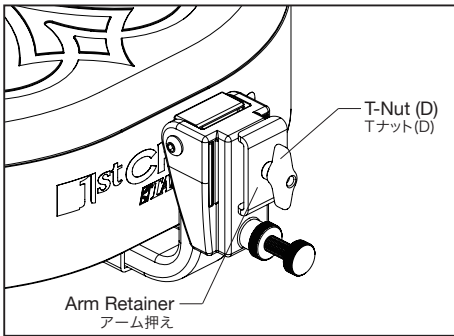
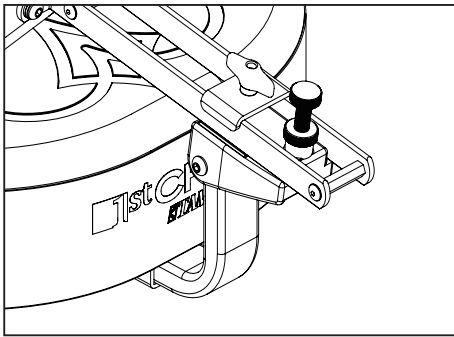

Fig.10 (図10)
Fig.12 (図12)
2. Sandwich the included reinforcement plate between the seat bracket and the seat, then secure the seat bracket, with 4 screws (Fig.12).
4. Loosen the T-nut (D), and align the arm retainer as shown in Fig.10.
6. Before storing, loosen the T-nut (D) and turn the arm retainer as shown in Fig.10 to remove the Backrest. Also you can fold the backrest onto the seat without removing (Fig.12).
4. T ナット(D)を緩め、アーム押えを図10の向きに合わせてください。
6. 収納時にはT ナット(D)を緩め、アーム押えを図10の向きに戻せばバックレストのみを取り外す事が出来ます。また、収納時に図12のようにバックレストがシートに重なるように折り畳む事も出来ます。